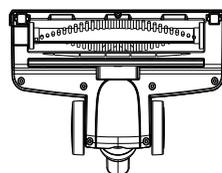

Figura 20
- Riportare il rullo in posizione e bloccarlo facendo scorrere il ferma rullo verso sinistra (figura 20).